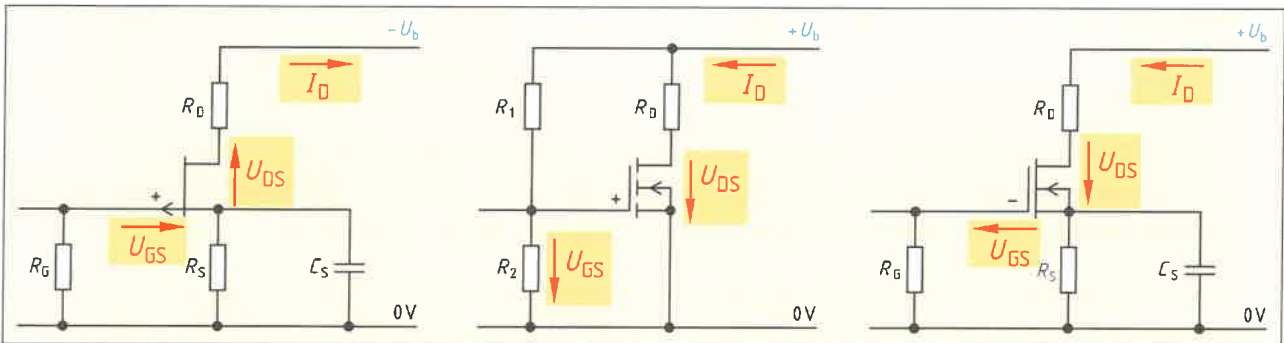

Bild 2: Erzeugen der Gate-Source-Vorspannung
7. Ergänzen Sie in Bild 2 die Spannungspfeile für  $U_{GS}$  und  $U_{DS}$  sowie den Strompfeil für  $I_D$  der Schaltungen zur Erzeugung der Gate-Source-Vorspannung für einen FET.